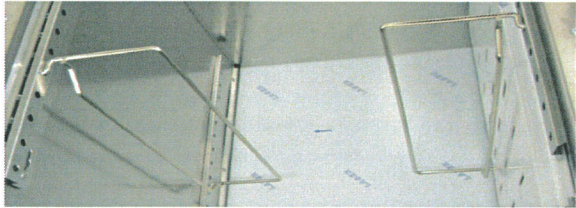

Fig. 1
5. Installez les coulisess du plateau dans l'armoire. Assurez-vous que le crochet à l'extrémité de la coulisse du tiroir est en place. (Fig. 1)